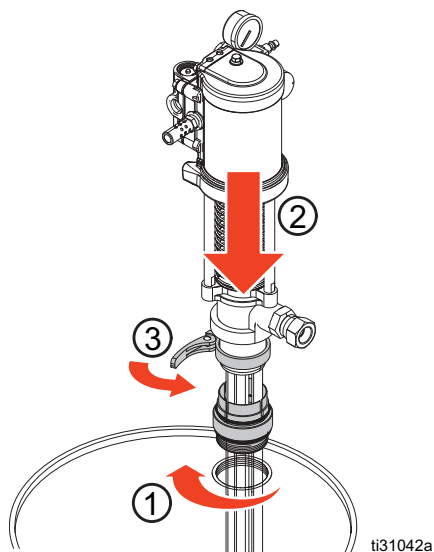

Рис. 8
4. Нанесите смазку на внутреннюю часть переходника втулки и на крепежную резьбу. Проверьте, чтобы прокладка была на месте, крепко ввинтите переходник втулки в отверстие в бочке, подключите насос через переходник и зафиксируйте его. См. Рис. 8.